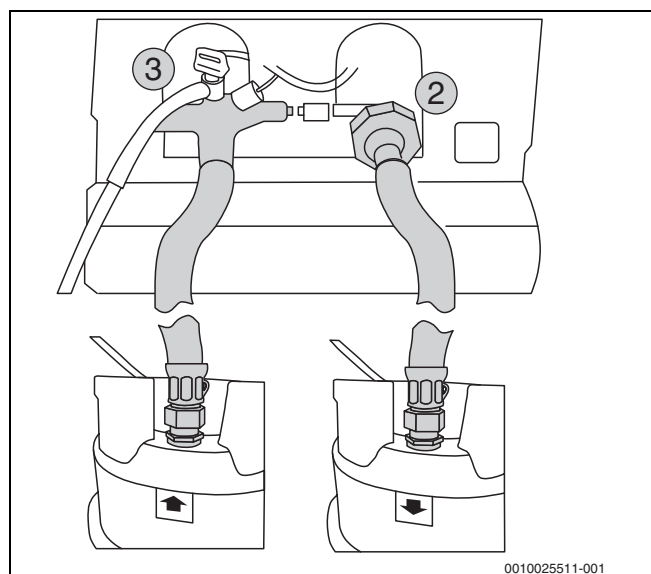

Bild 9 Modul an Entsalzungspatrone anschließen
- ▶ Dritten Anschlussschlauch am Bypassentsalzungsmodul (Anschluss 2) anschließen und mit dem Eingang der Entsalzungspatrone verbinden. Dichtungen verwenden. (→ Bild 9)
- ▶ Vierten Anschlussschlauch am Bypassentsalzungsmodul (Anschluss 3) anschließen und mit dem Ausgang der Entsalzungspatrone verbinden. Dichtungen verwenden. (→ Bild 9)